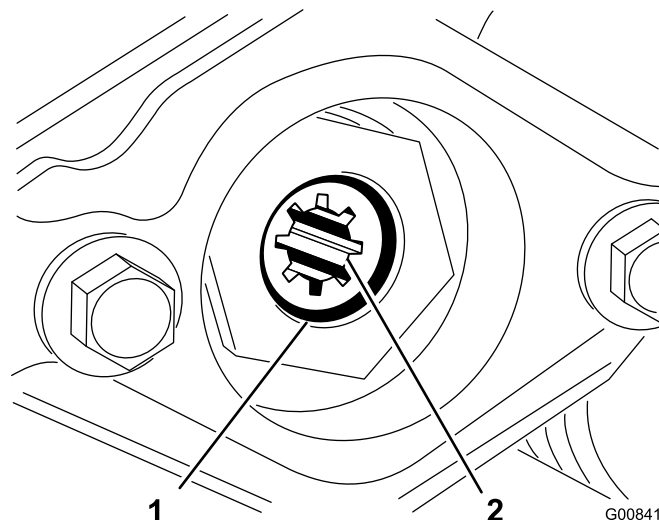

Figura 15
3. Vite a testa esagonale (2)
D. Togliete l'anello a scatto che fissa l'accoppiamento della trasmissione nel tubo del cilindro (Figura 15). Rimuovete l'accoppiamento della trasmissione.